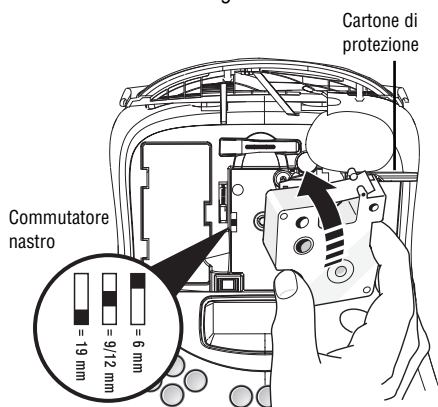

Figura 4
Vedere Figura 4.
2. Impostare il commutatore di cassette per la dimensione della cassetta nastro che state inserendo. Vedere Figura 4.